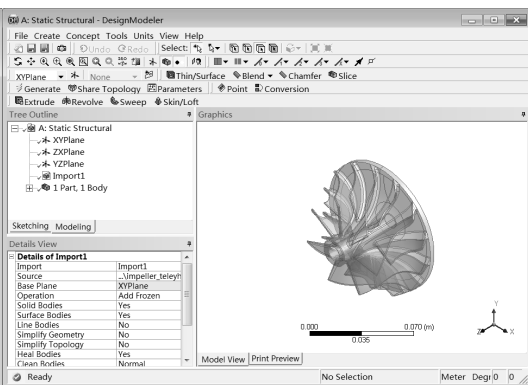

图 5-92 生成后的 DesignModeler 界面
Step4 : 单击 Generate (生成) 按钮, 即可显示生成的几何体, 如图 5-92 所示, 此时可在几何体上进行其他的操作。本例无须进行操作。